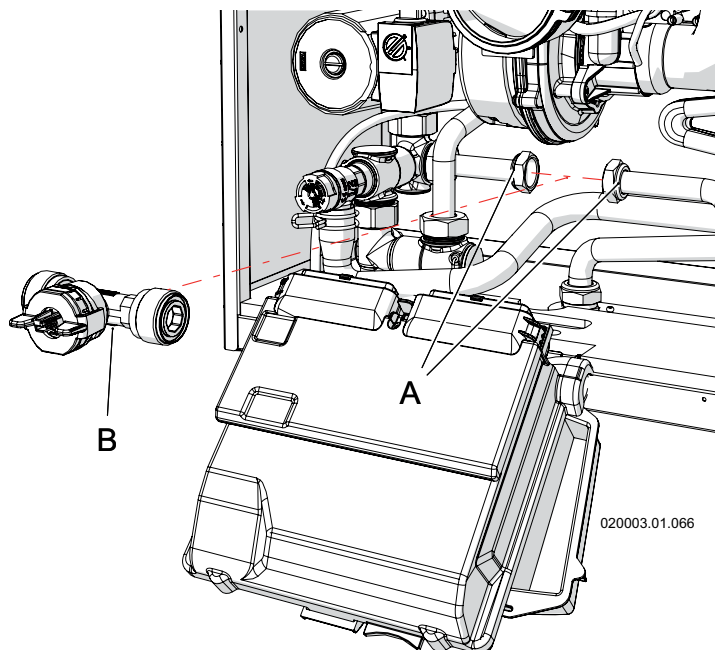

Figure 8-8 - Retrait du débitmètre
Procédez comme suit par référence à la figure 8-8 :
- 4.- déconnectez les câbles venant du débitmètre (détail "B" en figure 8-8) ;